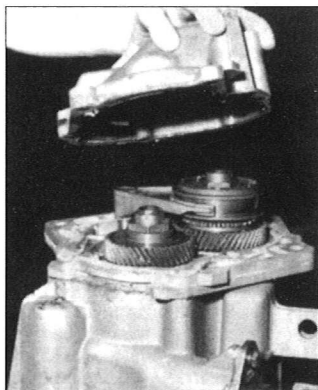

Fig. 39
- Desmontar a tampa da 5.^a (Fig. 39).